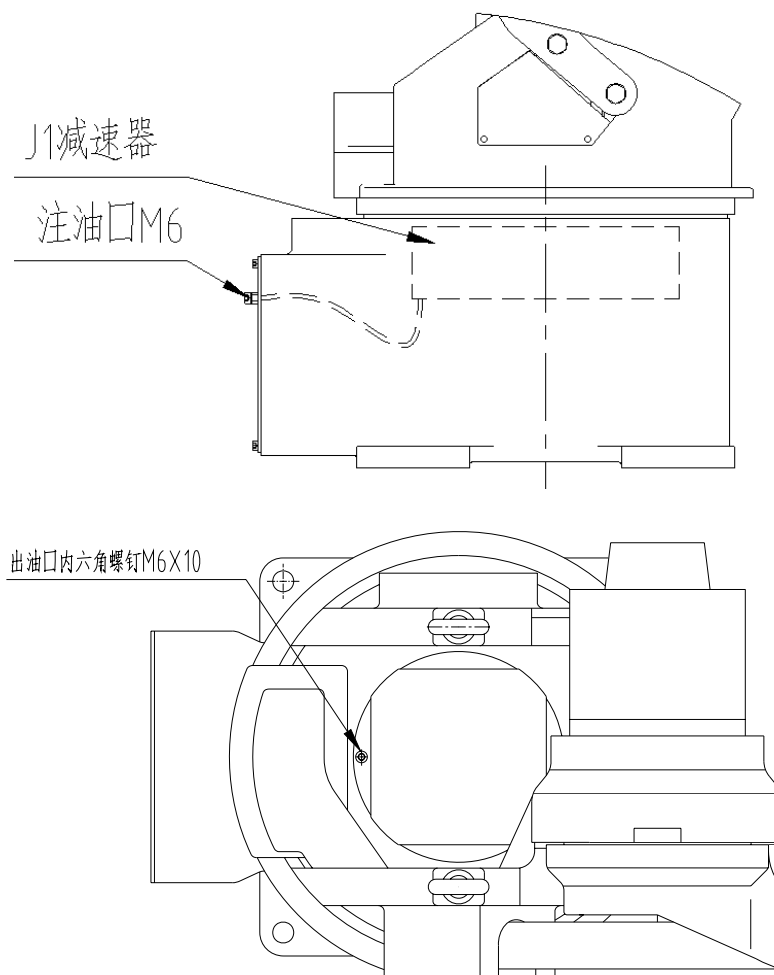

图 11 J1 轴减速机局部结构
#### (1) 油脂补充步骤（参考 图 11 J1 轴减速机局部结构）
③ 安装注油口堵塞；
④ 安装出油口堵塞前，运动 J1 轴几分钟，使多余的油脂从出油口排出；
⑤ 用布擦净从出油口排出的多余油脂，安装出油口堵塞。
## (2) 油脂更换步骤（参考 图 11 J1 轴减速机局部结构）